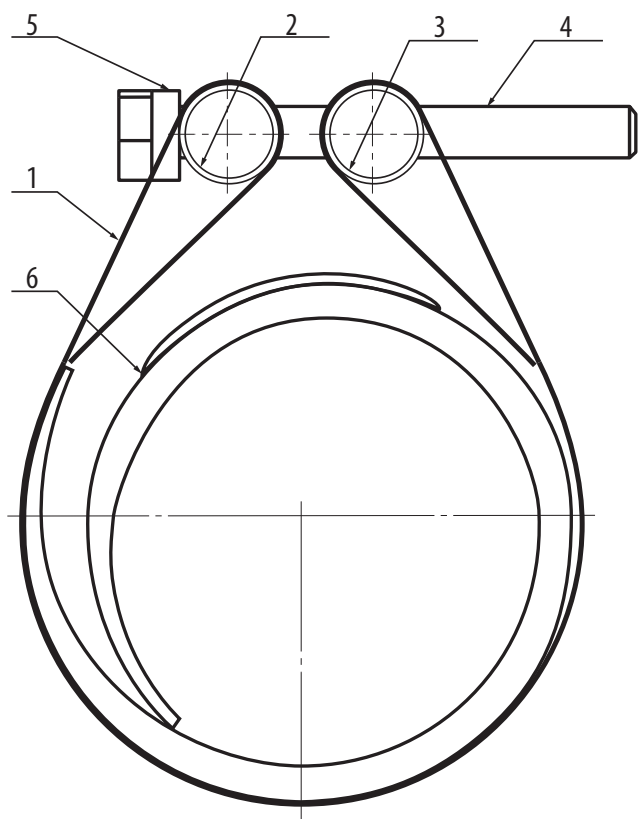

Рис. 1.
3.2 Вывернуть болты **4** (рис. 1).
3.5 Вставить болты в отверстия пальца **2**, предварительно подложив шайбы **5**, и закрутить их в резьбовые отверстия пальца **3** (рис. 1).